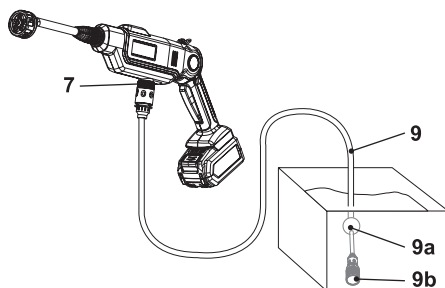

Fig. 7
1. Conecte un extremo de la manguera de agua (9) al adaptador de entrada de agua (7) y, a continuación, sumerja el otro extremo con el flotador (9a) en la fuente de agua (Fig. 7).